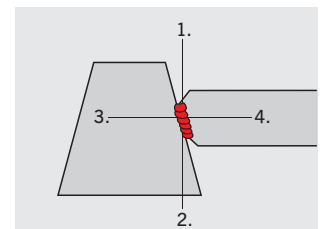

Fig. 9
Fissare la barra operando «a croce» per evitare tensioni all'interno della saldatura; poi saldarla in modo circolare. (Fig. 9)
**Nota:** Avere cura di compensare con contrappunti alternati sul lato opposto. Collegare ciascuna barra prima ad un moncone e successivamente alle altre estremità. (Fig. 9)